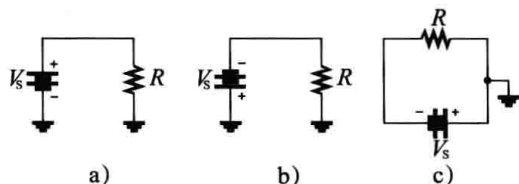

图 3-32 习题 43 图
43. 对于图 3-32 所示的每个电路, 给电阻器两端电压标注正确的极性。